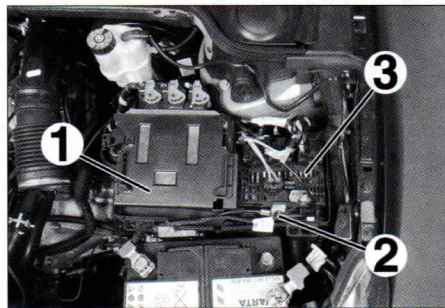
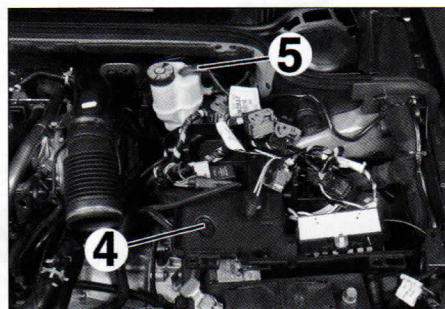

FIG. 11
FIG. 12
- el calculador de gestión motor (1) (**fig. 11**).
- la masa (2).
- la caja de fusibles (3).
- el soporte de calculador (4) (**fig. 12**).
- el conector del contactor del nivel de líquido de freno (5).
- el calculador de gestión motor (1) (fig. 11).
- el soporte de calculador (4) (fig. 12).